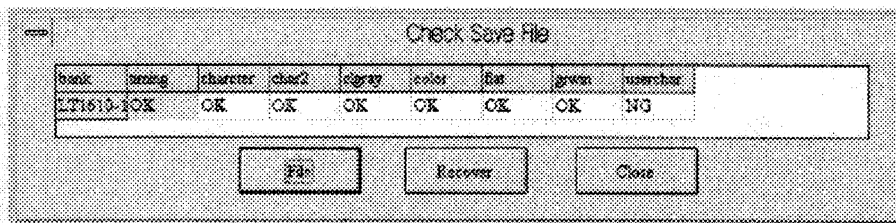

図7-8
- (2) 「File」ボタンをクリックしてファイルを選択します。読み込みができなかったデータがNG表示されます (図7-8)。
- (3) 「Recover」ボタンをクリックすると、データ読み込みが完了します。
(再び (1)、(2) の操作をすると図7-8のNG表示のデータ項目がOK表示に変わっています。)
※ 「Recover」ボタンをクリックすると、図7-8の「OK」表示されているデータ項目だけがBANKに読み込まれ、「NG」表示されたデータ項目の内容は消去され、その部分は初期化されます。